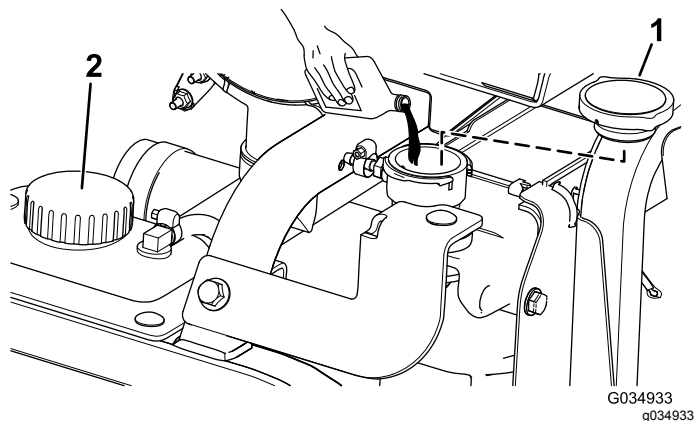

Figura 125
- 5. Riempite il radiatore con refrigerante fino a quando il livello non è pari con il bordo del foro del filtro (Figura 125).